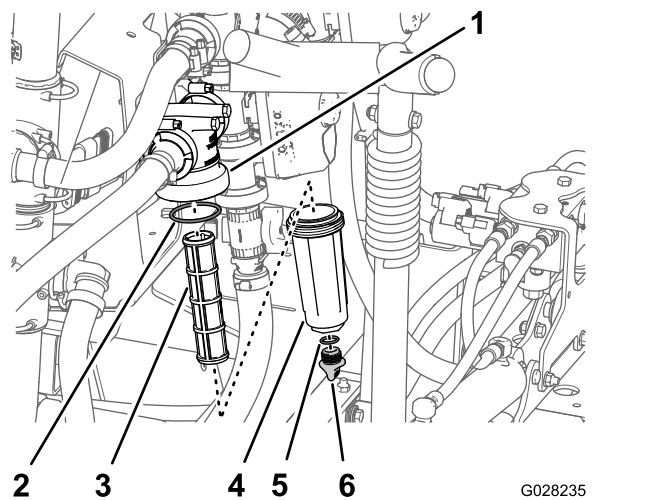

Figura 114
3. Rode o tampão de drenagem no sentido contrário ao dos ponteiros do relógio e retire-o do recipiente do filtro de pressão (Figura 114).
4. Rode o recipiente no sentido contrário ao dos ponteiros do relógio e retire a cabeça do filtro (Figura 114).
5. Retire o elemento do filtro de pressão antigo (Figura 114).
6. Verifique o anel de retenção do tampão de drenagem (localizado no interior do recipiente) e o anel de retenção do recipiente (localizado no interior da cabeça do filtro) e veja se há danos e desgaste (Figura 114).
7. Instale o novo elemento do filtro de pressão na cabeça do filtro (Figura 114).
8. Instale o recipiente na cabeça do filtro apertando à mão (Figura 114).
9. Instale a tampa no depósito e aperte manualmente (Figura 114).
2. Alinhe um recipiente de escoamento debaixo do filtro de pressão (Figura 114).